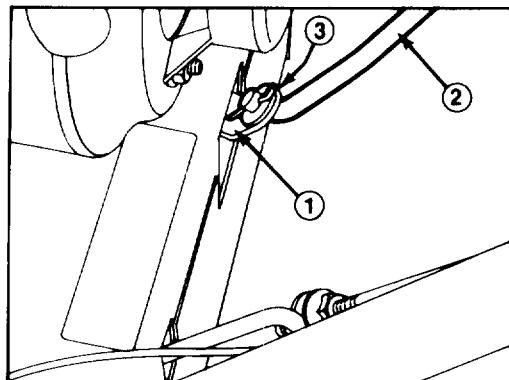

Figure 7
1. Tirez le bras du sélecteur de vitesse aussi loin que possible (Fig. 7) et mettez la manette de commande située sur la plaque de commande en position MARCHE ARRIÈRE (R) pour faciliter le montage.
2. Montez la tige de sélecteur de vitesse sur le bras de sélecteur, ajoutez une rondelle plate sur la tige de sélecteur et fixez à l'aide d'une goupille fendue (Fig. 7).